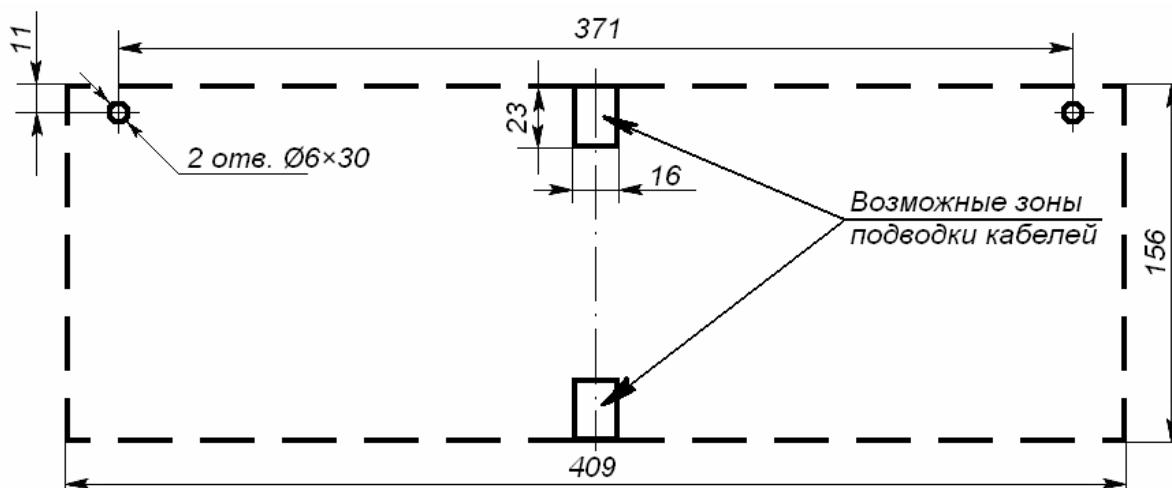

Рисунок 4. Схема разметки для установки ТСВ
- производить разметку установочных отверстий в соответствии с рис. 4;
2. Произведите разметку и разделку отверстий на установочной поверхности для крепления ТСВ и проводки всех кабелей (см. рис. 4). Установите в отверстия 6×30 пластиковые дюбели и вверните в них шурупы 4,2×25 так, чтобы головка шурупа отступала от стены на 5 мм.